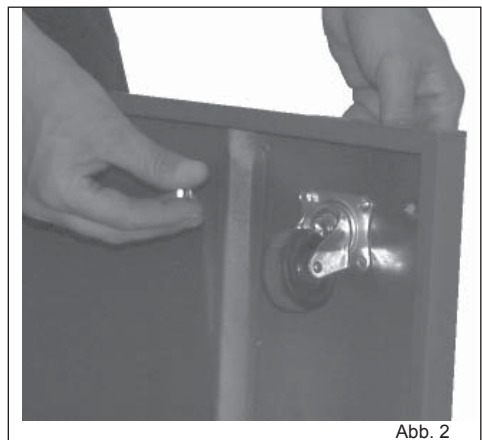

Abb. 2
1. Die Rollen an den vier Ecken des rechteckigen Untergestells unter Verwendung der Schrauben und Muttern sowie der entsprechenden Unterlegscheiben anbringen. Für jeden Stützwinkel der einzelnen Rollen ist oben eine Schraube mit Unterlegscheibe in das Untergestell und dann in den Halter einer jeden Rolle einzusetzen. Die Mutter mit einem geeigneten Schlüssel und einem Schraubenzieher anziehen. Den gleichen Arbeitsvorgang auch auf den anderen Rollen ausführen. Die Richtungsrollen werden auf der Seite der Beutel gegenüber dem Motor angebracht (Abb. 2).